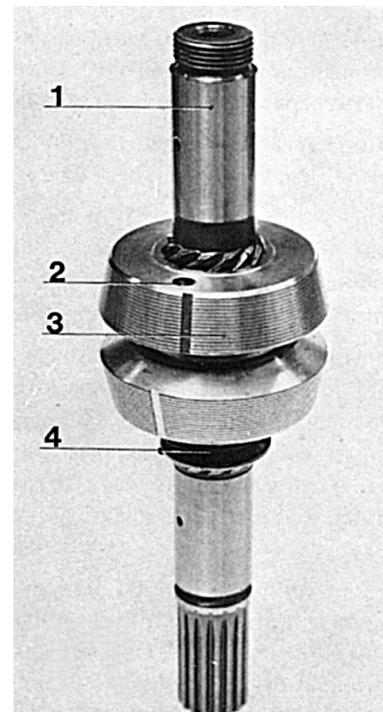

Fig. 17.
3. Le manchon d'accouplement (44) doit peser légèrement sur le ressort (45). Sentir à la main pour s'assurer qu'il en est ainsi. Voir figure 17.